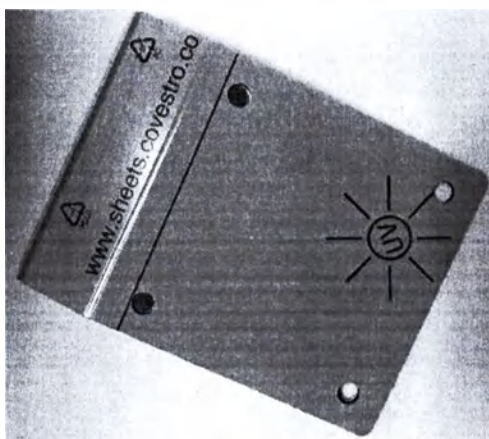

Рисунок 8. Крышка Optiplex
2. Снимите крышку Optiplex (Рисунок 8) и, если серая защитная пленка еще есть, снимите ее с обеих сторон.